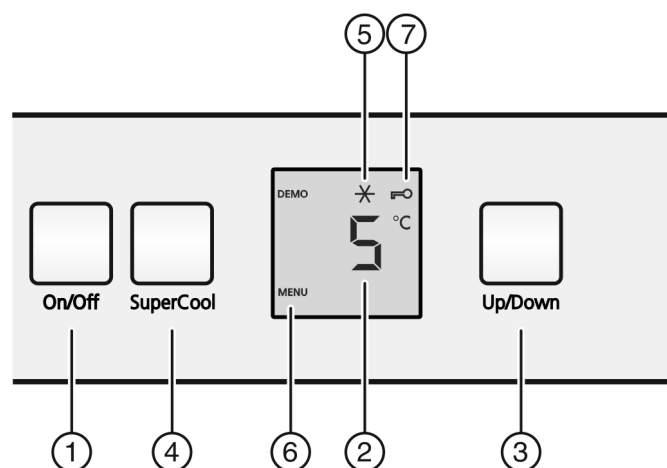

Fig. 2
- ▶ Appuyez sur la touche marche/arrêt *Fig. 2 (1)*.
- ▶ Appuyer env. 5 secondes sur la touche SuperCool *Fig. 2 (4)*.
- ▷ Le symbole Menu *Fig. 2 (6)* apparaît dans l'affichage.
- ▶ Confirmer brièvement avec la touche SuperCool *Fig. 2 (4)*.
- ▷ Le symbole Sécurité enfants *Fig. 2 (7)* s'allume dans l'affichage.
- ▶ Appuyer brièvement sur la touche On/Off *Fig. 2 (1)*.
- ▶ Appeler la fonction de température : appuyer sur la touche de réglage *Fig. 2 (3)*.
- ▶ Modifier la température par incrément de 1 °C : appuyer sur la touche de réglage *Fig. 2 (3)* jusqu'à ce que la température souhaitée apparaisse dans l'affichage de température.
- ▶ Appuyer brièvement sur la touche SuperCool Fig. 2 (4).
- ▷ Le symbole SuperCool Fig. 2 (5) s'allume dans l'affichage.
- ▷ Le symbole SuperCool Fig. 2 (5) s'éteint dans l'affichage.